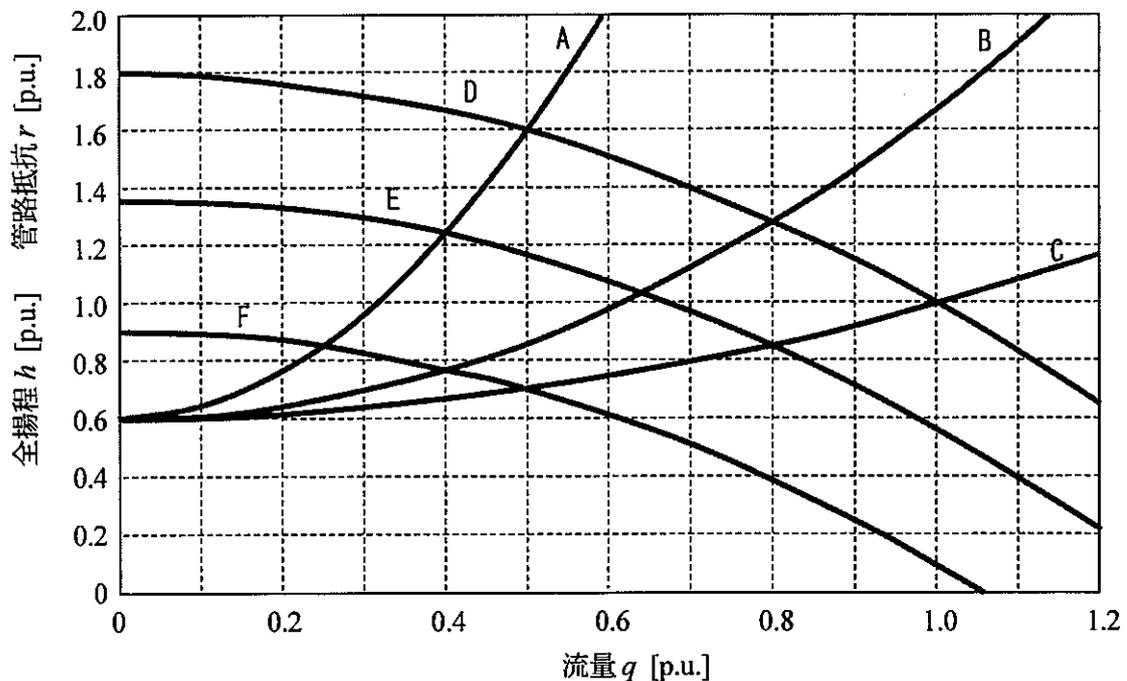

図2 流量と全揚程、管路抵抗の関係
1) 弁制御方式で定格の80%流量で運転した場合、図2においてポンプの全揚程は曲線 7 上の点で表され、その場合の管路抵抗は曲線 8 上の点で表される。また、速度制御方式で同じく定格の80%流量で運転した場合の全揚程は曲線 9 上の点で表される。